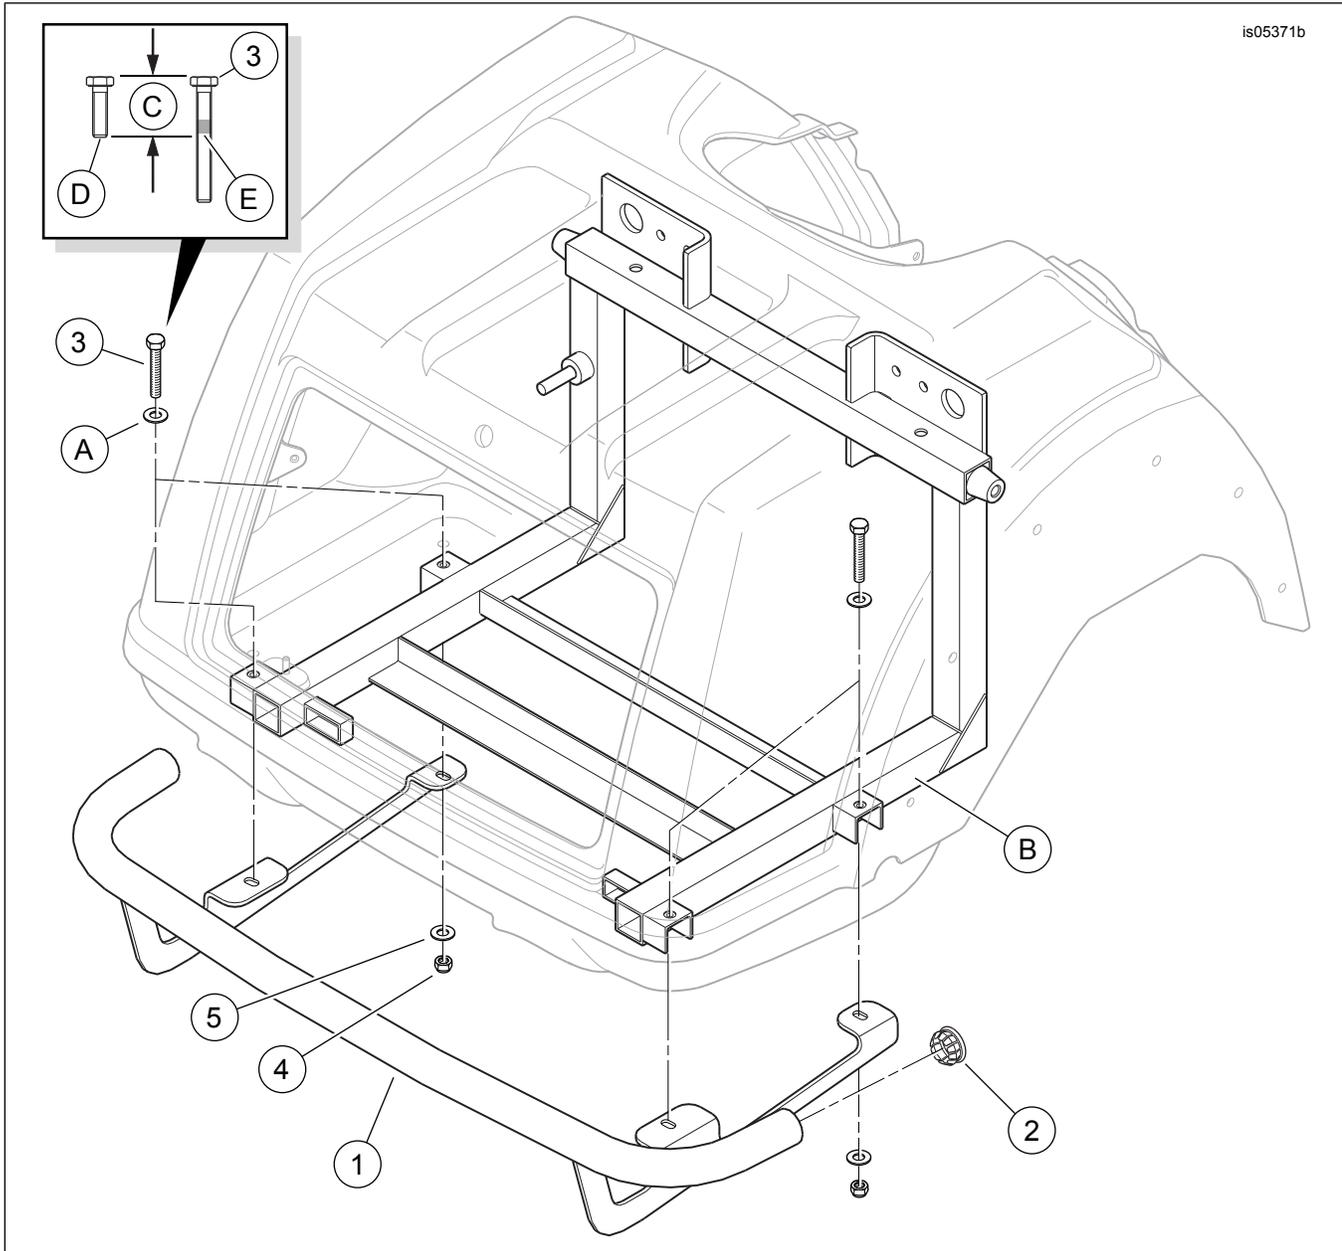

Figure 1. Contenu du kit : Protection arrière Trike
1. Voir la Figure 1. Localiser quatre vis avec rondelles (A) dans le plancher du compartiment du coffre qui maintiennent la carrosserie au cadre arrière. En laissant la rondelle en place, retirez l'une des vis. Conservez la vis pour l'étape suivante, puis jetez.
2. Voir la Figure 1. Appliquez de l'adhésif frein-filet sur la vis (3).